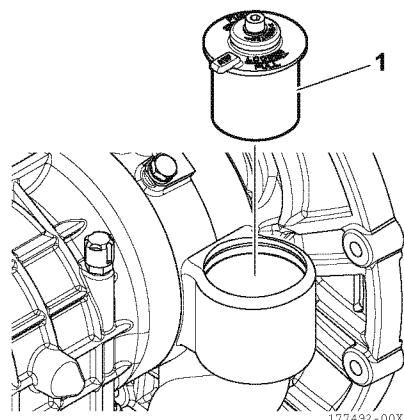

Figure 22
13. Installez le filtre à huile (1, **Figure 22**) sur le carter de transmission.